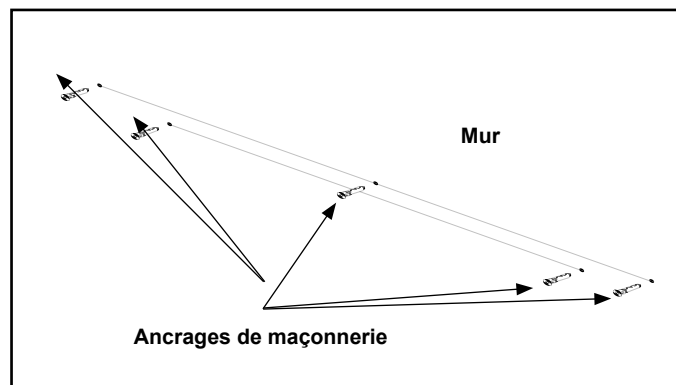

Figure 4.6 Positionnement des ancrages de maçonnerie
- Dans les emplacements marqués, percez des trous de 7,9 mm (5/16 po) de diamètre et de 38 mm (2 po) de profondeur. Voir la figure 4.6.